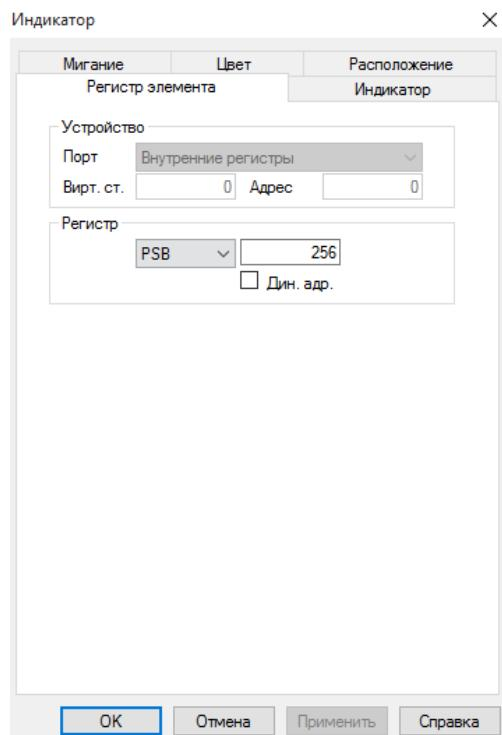

Рисунок 3.12 – Параметры элемента «Индикатор», вкладка «Регистр элемента»
**ИНДИКАТОР.** Элемент Индикатор используется для отображения состояния привязанного бита (ВКЛ/ВЫКЛ) (рис. 3.12).